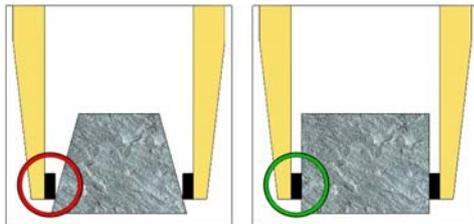

Abb. 1
- Transport von **konischen** Greifgütern, da dabei Abgleitgefahr besteht. (→ Abb. 1)